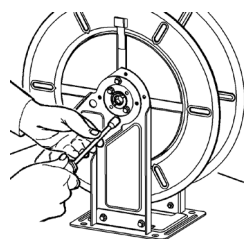

FIG 3
3. On spring side, loosen the two screws of the spring linkage shaft by a 10 mm wrench. Fig.3.
3. På fjädersidan lösgörs de två skruvarna som håller styrrullearmen. Använd en 10 mm fast nyckel. Fig.3.
- On spring side, loosen the two screws of the spring linkage shaft by a 10 mm wrench. Fig. 3.
- På fjädersidan lösgörs de två skruvarna som håller styrrullearmen. Använd en 10 mm fast nyckel. Fig. 3.